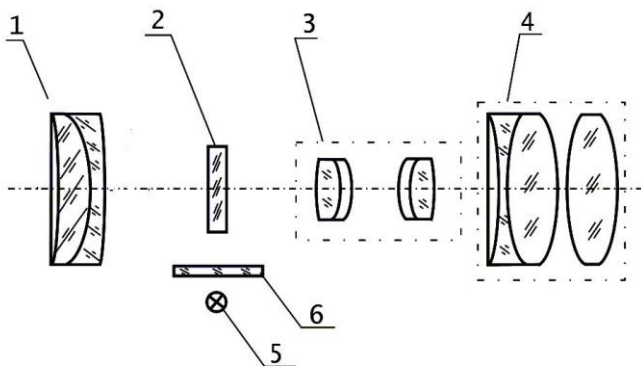

Рис.2 – Оптическая схема прицела
4.2 Оптическая схема (рис.2).
Оптическая схема (рис.2) прицела представляет собой монокулярную телескопическую систему с увеличением и состоит из объектива 1, сетки 2, оборачивающей системы 3, окуляра 4, излучателя 5 и защитного стекла 6.
Оборачивающая система 3 (рис. 2) предназначена для получения прямого изображения цели в передней фокальной плоскости окуляра.
Окуляр 4 (рис. 2) предназначен для рассматривания изображения цели.